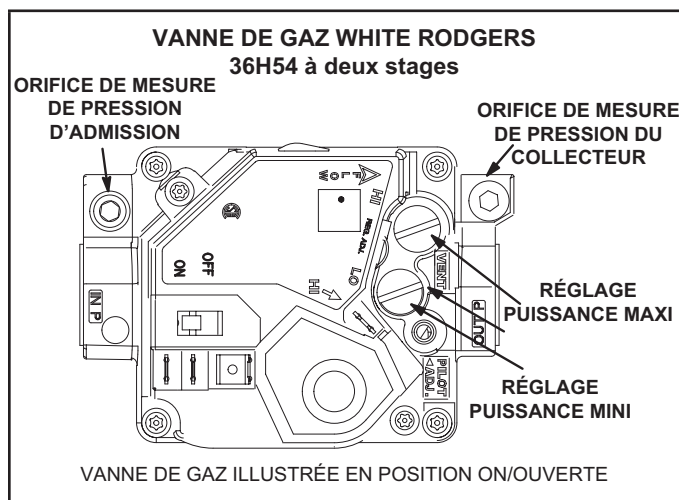
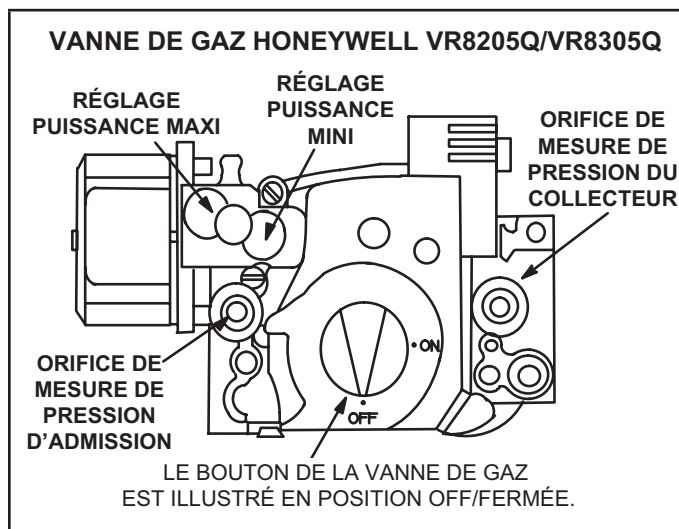

FIGURE 32
FIGURE 33
Fonctionnement de la vanne de gaz pour Honeywell VR8205Q/VR8305Q et White Rodgers 36H54 (FIGURE 32 et FIGURE 33).
- 5 - Mettre l'interrupteur de la vanne de gaz sur **OFF/FERMÉ**. Voir FIGURE 32. Sur les vannes de gaz Honeywell VR8305Q, tourner le bouton dans le sens des aiguilles d'une montre jusqu'en position **OFF/FERMÉE**. Ne pas forcer. Voir la figure 27.
- 6 - Attendre cinq (5) minutes pour s'assurer que tout le gaz a eu le temps de se dissiper. En cas d'odeur de gaz, **ARRÊTER!** Appeler immédiatement le fournisseur du gaz depuis un voisin et se conformer à ses instructions. S'il n'y a pas d'odeur de gaz, passer au point suivant.
- 7 - Mettre l'interrupteur de la vanne de gaz sur **ON/FERMÉ**. Voir FIGURE 32. Sur les vannes de gaz Honeywell VR8305Q, tourner le bouton dans le sens inverse des aiguilles d'une montre jusqu'en position **ON/OUVERTE**. Ne pas forcer. Voir FIGURE 33.